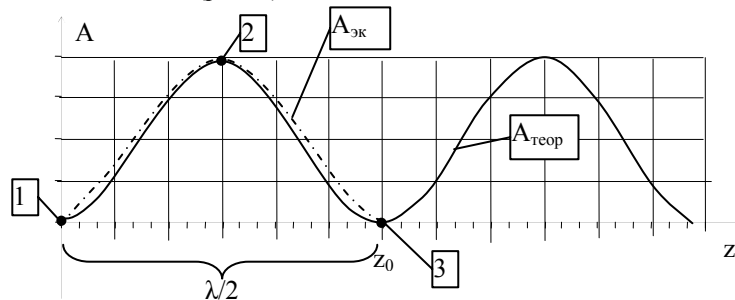

Рис. 3. "Привязка" экспериментальной зависимости $A_{\text{эк}} = A_{\text{max}} \sin^2 x$ к теоретической $A_{\text{теор}} = B \sin^2 x$.
Для построения градуировочной кривой строят теоретическую зависимость (2) и на нее наносят точки экспериментальной зависимости (рис. 3).
2. Установите зонд в точке левого минимума стоячей волны $z = z_0$ для того периода стоячей волны, который наиболее точно совпадает со средним значением λ , полученным в предыдущем пункте. Снимите зависимость показаний прибора детектора $A(z)$, изменяя z от z_0 до $(z_0 + \lambda/2)$ вдоль выбранного периода (рис. 3).